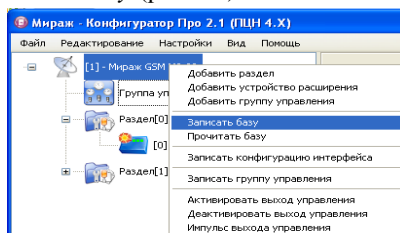

Рис. 27. Выбор команды для записи базы
- ✓ в поле *А Конфигуратора* щёлкните правой кнопкой мыши по устройству и в выпадающем меню выберите команду *Записать базу* (рис. 27).
- ✓ в поле *A Конфигуратора* щёлкните правой кнопкой мыши по устройству и в выпадающем меню выберите команду *Записать базу* (рис. 27).
Для полной записи или полного считывания конфигурации контроллера используются команды: *Записать базу* или *Прочитать базу*. Для выполнения этих команд щёлкните правой кнопкой мыши по устройству в поле *A Конфигуратора* и в выпадающем меню выберите необходимую команду: *Записать базу* или *Прочитать базу* (рис. 27).
При изменении структуры *ИСМ Мираж* (добавление разделов, новых ПКП, изменении режимов *Ведомый - Ведущий* на различных ПКП) необходимо записать конфигурацию интерфейса либо произвести полную запись всех параметров. Для этого в поле *А Конфигуратора* щёлкните правой кнопкой мыши по выбранному устройству и в выпадающем меню выберите необходимую команду: *Записать конфигурацию интерфейса* или *Записать базу* (рис. 27).